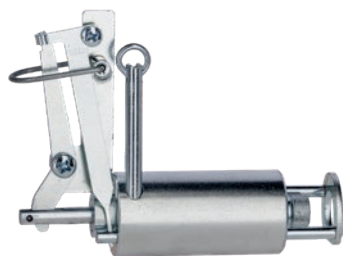

Fig. 7
5. Empuje el disparador (fig. 3, pos. 4) hasta el tope delantero y bloquéelo con ayuda del pasador de seguridad (fig. 3, pos. 7) (véase fig. 7).